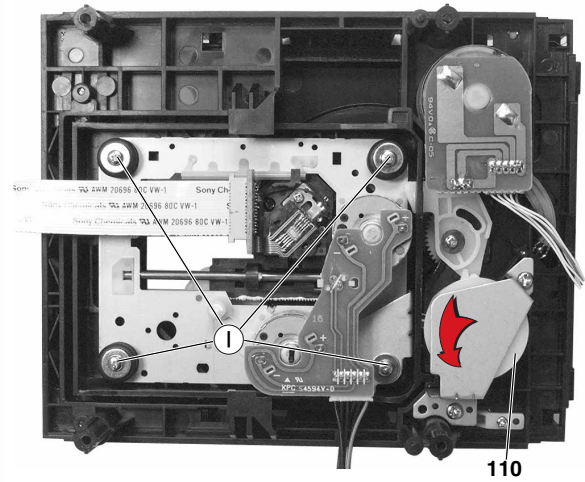

Fig. 8
- Steuerrad 110 in Pfeilrichtung (Fig. 8) drehen bis die Schublade ca. 1cm ausgefahren ist. Schublade aufziehen.
- 4 Schrauben ① (Fig. 8) herausdrehen.
- Turn steering wheel 110 in direction of the arrow (Fig. 8) until the CD drawer is opened for about 1cm. Pull out the CD drawer.
- Undo 4 screws ① (Fig. 8).